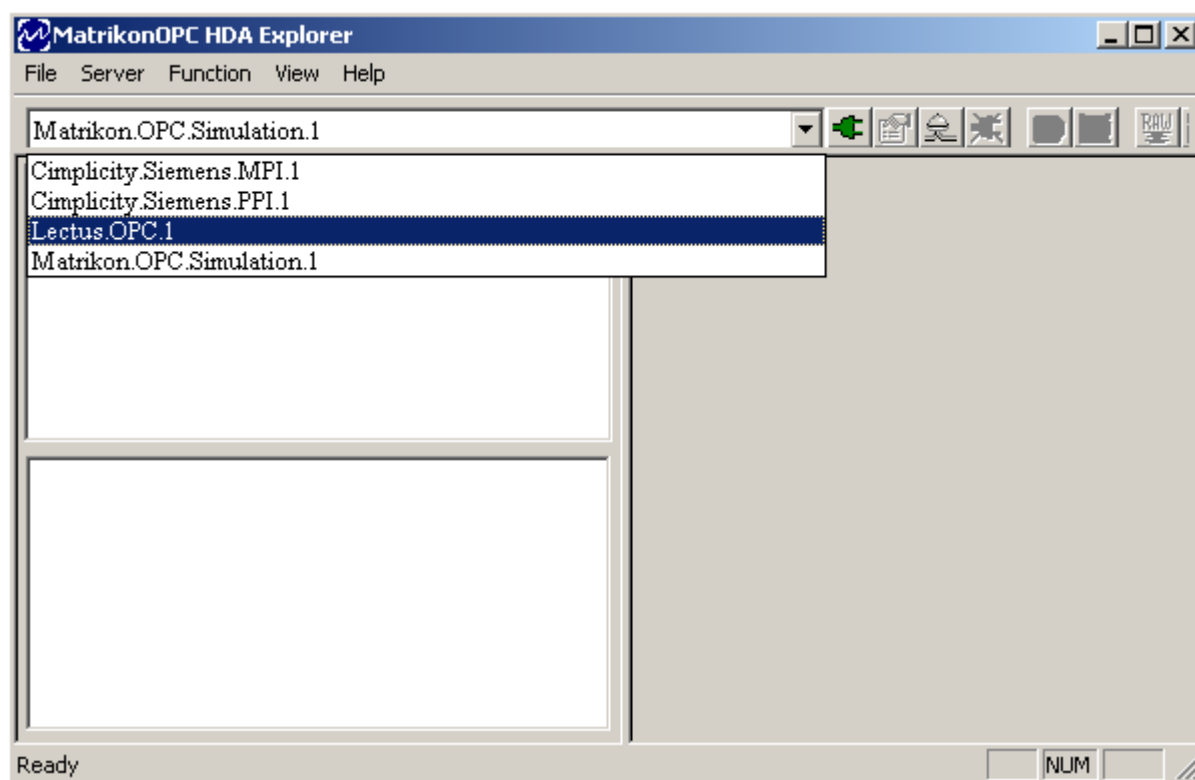

Рисунок 3.1 – Добавление OPC HAD-сервера в MatrikonOPC HDA Explorer
- 1) В главном окне программы выбрать HDA OPC-сервер – «Lectus.OPC.1» (Рисунок 3.1);